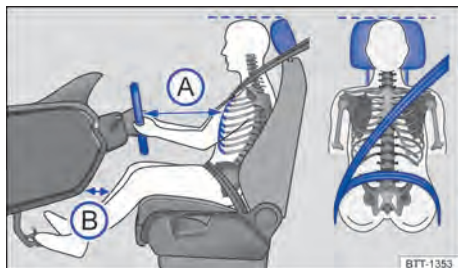

Fig. 20 Schéma de principe : distance correcte du conducteur par rapport au volant, ajustement correct de la sangle et réglage correct de l'appui-tête
- Réglez l'appui-tête de sorte que son bord supérieur se trouve, si possible, à hauteur de la partie supérieure de la tête, mais pas plus bas que les yeux. Positionnez toujours l'occiput le plus près possible de l'appui-tête → fig. 20.
- Réglez le siège du conducteur en longueur de manière à pouvoir enfoncer les pédales en ayant les jambes légèrement pliées et à respecter une distance de 10 cm (environ 4 pouces) minimum entre le tableau de bord et vos jambes → fig. 20 (B).
- Réglez le siège de sorte que la distance entre le volant et votre sternum soit de 25 cm (environ 10 pouces) au minimum → fig. 20 (A) et de manière à pouvoir tenir le volant en plaçant vos deux mains à la périphérie avec les bras légèrement pliés.